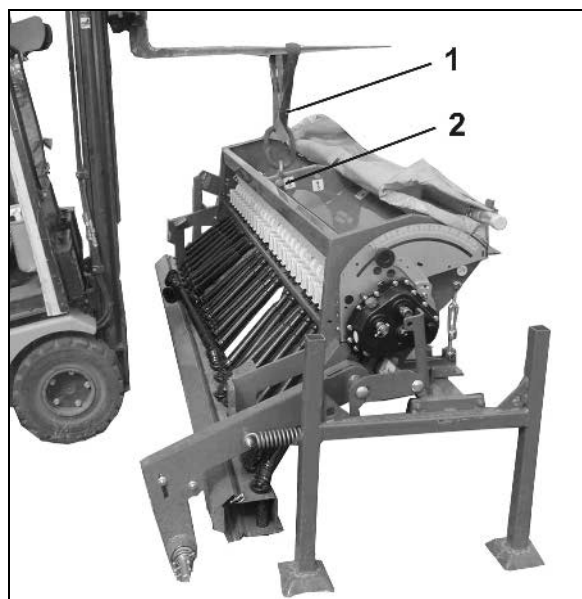

Fig. 23
2. Maskinen sikres med løftemidlets løftesele (Fig. 23/1).
Benyt de markerede løftepunkter (Fig. 23/2) på maskinen!